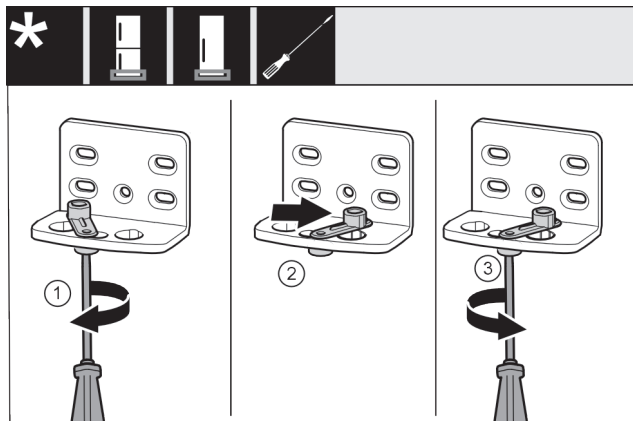

Fig. 46 \*
- ▶ Šroubovákem volně přišroubujte šroub Fig. 46 (1).\*
- ▶ Zvedněte pomůcku zavírání dveří Fig. 46 (2) a v otvoru ji otočte o 90° doprava.\*
- ▶ Šroubovákem šroub Fig. 46 (3) pevně utáhněte.\*